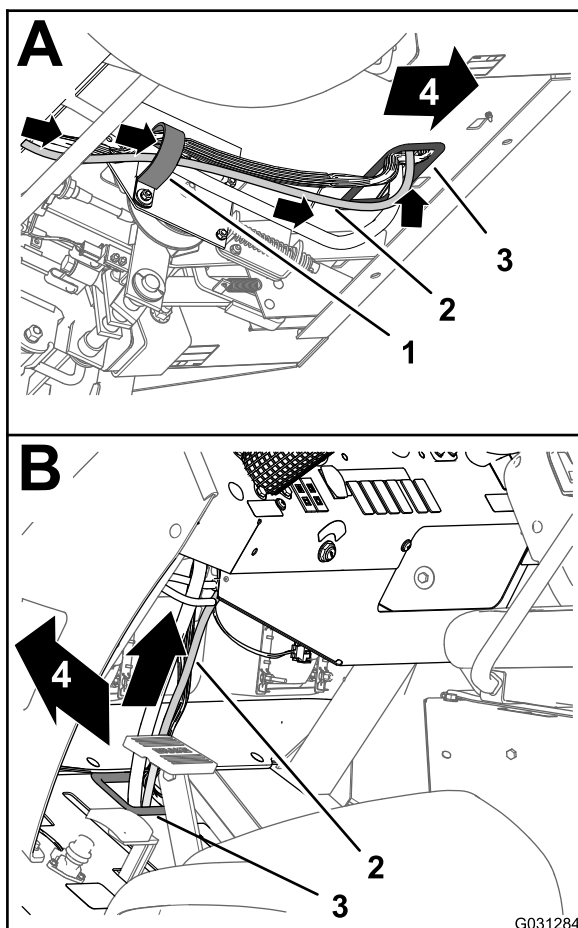

Figura 142
3. Disponete la diramazione da 220 cm del cablaggio dati davanti e in alto attraverso l'occhiello che circonda il foro nel pianale (Figura 142).
4. Disponete la diramazione da 220 cm del cablaggio dati in alto e lungo il cablaggio preassemblato anteriore della macchina (Figura 142).